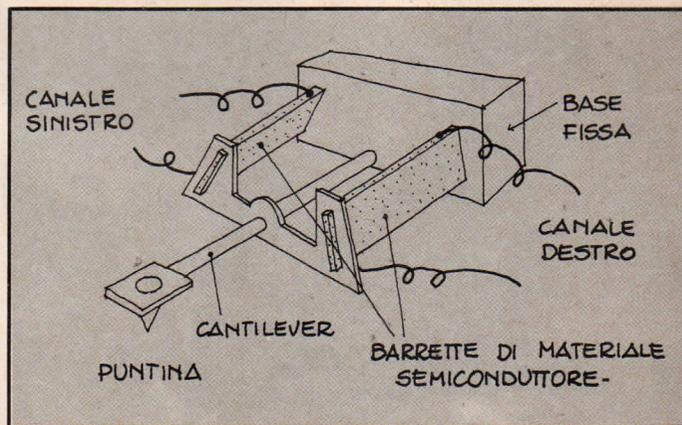

Fig. 14: Costituzione del pick-up «a semiconduttori».
4) *Pick-up «a semiconduttori»* (Fig. 14).